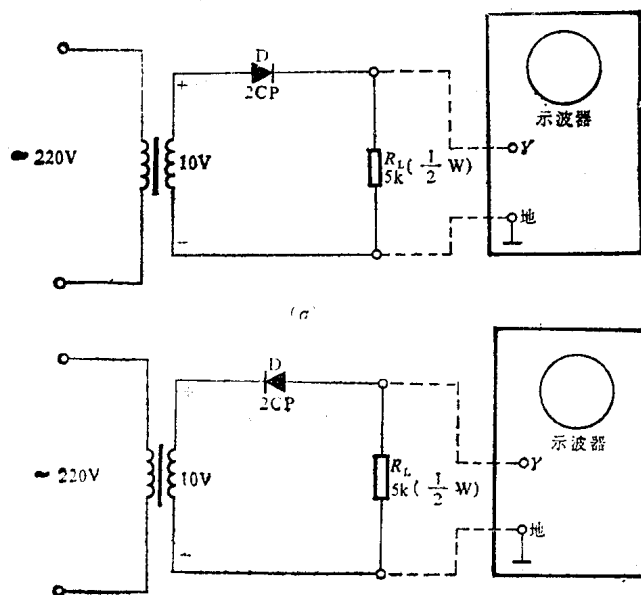

图 1.3 二极管单向导电实验线路
(1) 实验线路如图 1.3 所示。按图(a)接线。
(2) 调好示波器,用示波器观察图 1.3(a)线路的输出波形。
(3) 将 2CP 反接,线路如图 1.3(b)所示,用示波器观察输出波形。将波形绘入实验报告表 1.4 中。